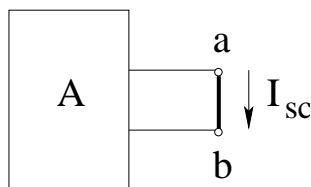

Figura 5.16:
*Un circuito A contenente sorgenti di tensione é equivalente, se visto da due terminali a e b, ad un generatore di corrente  $I_{eq}$  di resistenza interna infinita (cioé ideale), con in parallelo una resistenza equivalente  $R_{eq}$ , dove  $I_{eq}$  é la corrente di corto circuito (vedi figura 5.16), cioè la corrente che passerebbe in un conduttore di resistenza nulla che collega il punto a al punto b mentre  $R_{eq}$  é la resistenza totale del circuito A tra i punti a e b, con generatori cortocircuitati (cioé la resistenza equivalente di Thevenin).*